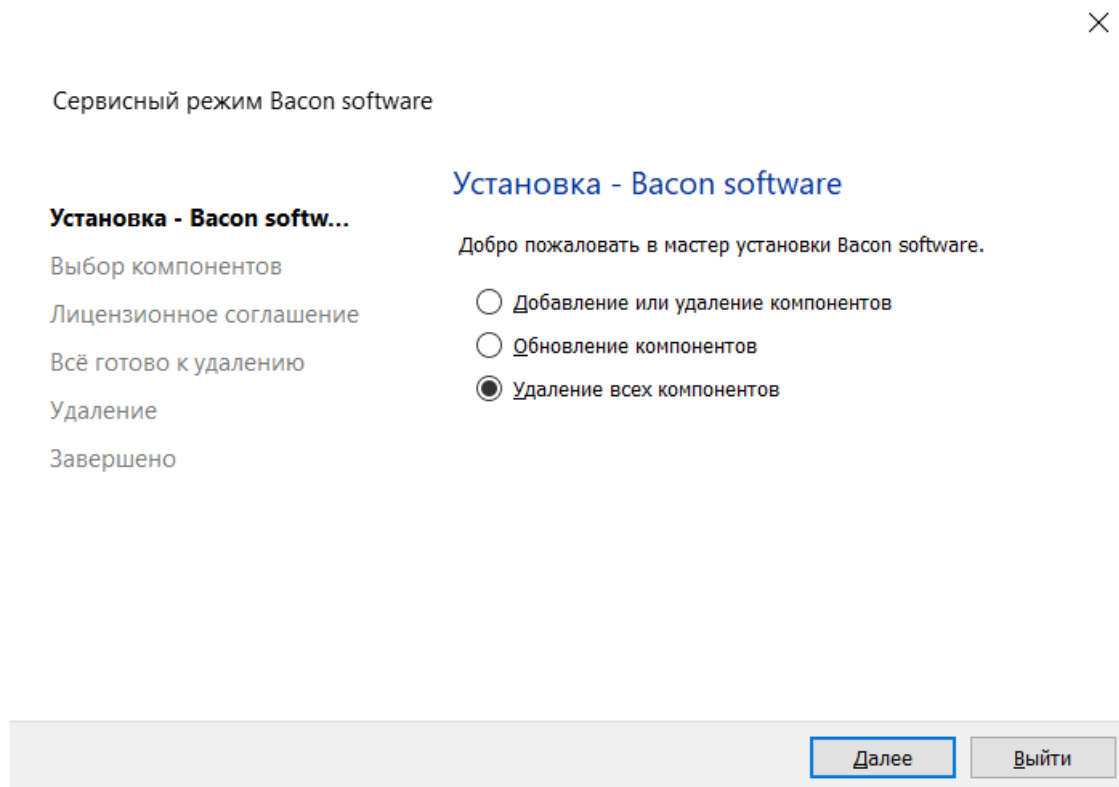

Рисунок 3.10 — *maintenancetool*: удаление компонентов Программы
3.2.2 Для удаления компонентов Программы необходимо запустить *maintenancetool.exe* из каталога с Программой (рисунок 3.10) и нажать «Далее», выбрав «Удаление всех компонентов».